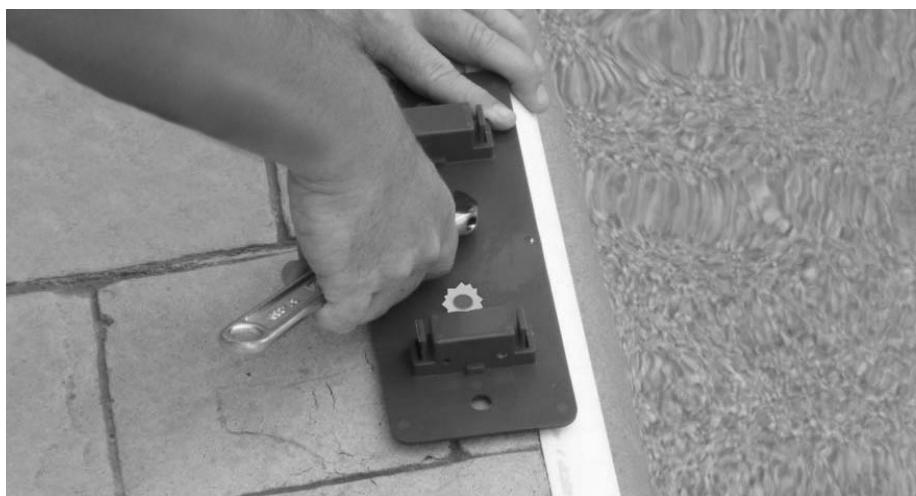

Abb. 4
4. Legen Sie die Installationsplatte auf beide Anker. Legen Sie auf die Anker je eine flache Unterlegscheibe und dann die Sicherungsringe. Schrauben Sie schließlich die beiden Muttern auf die Befestigungsanker und ziehen Sie diese mit einem Schraubenschlüssel oder einer Rohrzange vollständig fest (siehe Abb. 4).